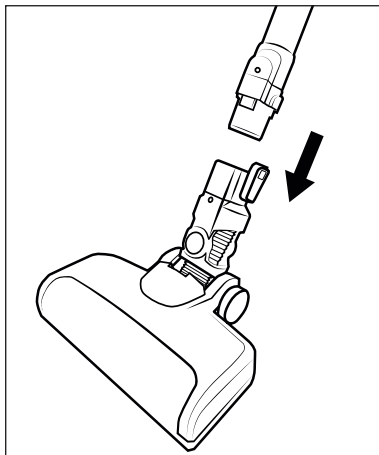

Fig. 2
- 2) Infilare il tubo di aspirazione 24 nella spazzola per pavimenti 22 fino a quando non si innesta in posizione con un clic (vedere fig. 2).